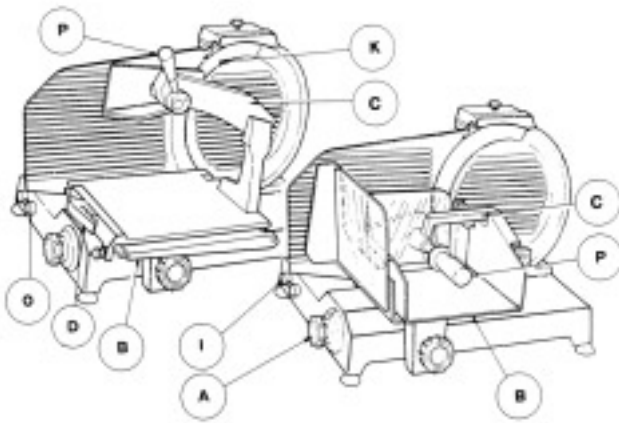

Fig. 1
4.1 Operazioni per l'uso (Fig.1)